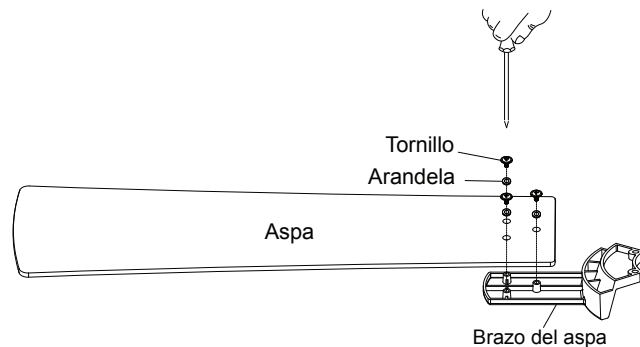

Fig. 16
Paso 1. Alinea los orificios del aspa y la arandela con los orificios de los brazos del aspa y asegure el aspa en su lugar con los tornillos proporcionados. (Fig. 16)